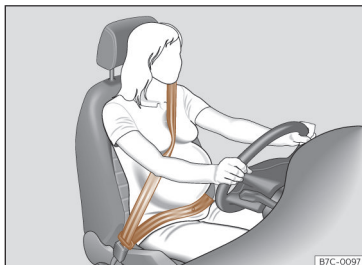

Fig. 26 Colocação da faixa do cinto de segurança no caso das mulheres grávidas.
No caso de **mulheres grávidas**, o cinto de segurança deve passar de forma uniforme sobre o peito e o mais baixo possível na zona pélvica, com a faixa plana para que não pressione o ventre; deve utilizar-se durante toda a gravidez >>> **Fig. 26**.
- No caso de mulheres grávidas, a faixa abdominal do cinto de segurança deve passar o mais baixo possível à frente da zona pélvica, direita e «contornando» o ventre >>> **Fig. 26**.